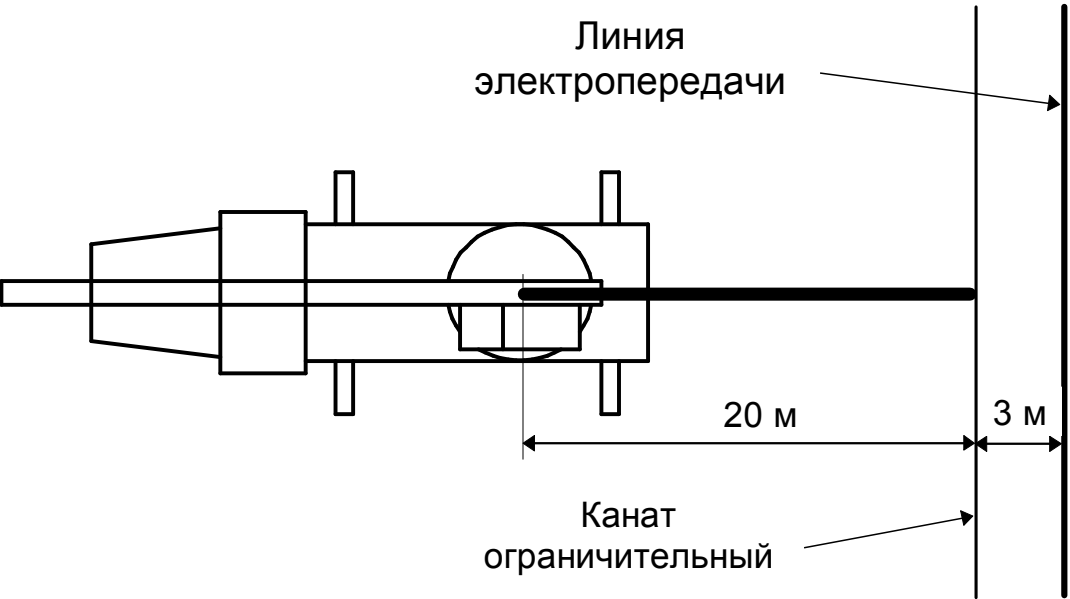

Рисунок 6 - Проверка срабатывания МЗОНа
4.3.4.2.1 Установить на площадке машину (стрела находится в транспортном положении) перпендикулярно линиям электропередачи на расстоянии 12±1 м от оси вращения крана до воображаемой вертикальной плоскости, проходящей через ограничительный канат макета ЛЭП (см. рисунок 6).